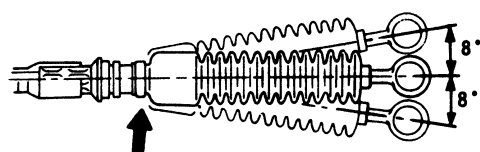

图 3-27 拆卸钢丝绳
(2) 在拆卸控制钢丝绳过程中应小心，不要使图 3-27 箭头所示的部分弯曲  $8^\circ$  以上。注意为了便于安装控制钢丝绳，一定要使控制钢丝绳和变速器杆接头上的配合记号对准。